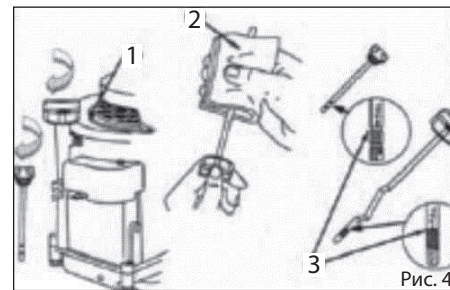

Рис. 4
- Протрите щуп см. рис. 4.
- Отверните крышку маслоналивной трубки и извлеките масляный щуп из трубки. Проверьте уровень масла. Если уровень масла на щупе ниже метки «MIN», аккуратно добавьте масло до уровня «FULL» см. рис. 4.